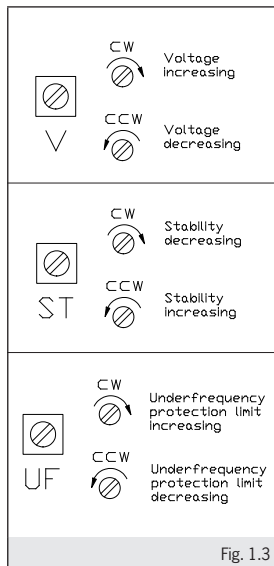
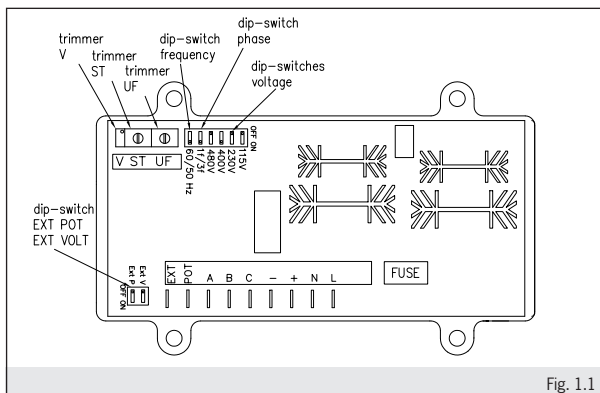

Fig. 1.3
Fig. 1.1
È possibile modificare la tensione di uscita agendo sul potenziometro "V" (vedi fig.1.1, fig.1.3). Con il gruppo in moto alla velocità nominale, regolare fino ad ottenere il valore cercato. Se ad una piccola variazione di velocità la tensione varia, allora è necessario regolare prima la protezione di sotto-velocità.
Gli switches di tensione del sensing ("dip-switches voltage" in fig.1.1) devono essere così impostati:
The output voltage can be changed by adjusting potentiometer "V" (see fig.1.1, fig.1.3). Run the generating set to its nominal speed and turn until the required voltage is obtained. If a small variation in speed causes a change in voltage, then the under speed protection should first be calibrated.
The sensing voltage switches ("dip-switches voltage" in fig.1.1) must be set as follows:
Il est possible de modifier la tension de sortie en agissant sur le potentiomètre « V » (voir fig.1.1, fig.1.3). Avec le groupe en marche à la vitesse nominale, régler jusqu'à l'obtention de la valeur désirée. Si à une petite variation de vitesse la tension varie, il faut régler d'abord la protection de sous-vitesse.
Les interrupteurs de tension de détection («dip-switches voltage» sur la fig.1.1) doivent être réglés comme suit:
Regolazione tensione a distanza: collegare ai capi liberi "EXT POT" il potenziometro (5kOhm, 1/2 W). Impostare il "dip-switch Ext P" in posizione "ON" e "Ext V" in posizione "OFF" (vedi figura 1.1). Portare il gruppo alla velocità nominale e agire sul potenziometro esterno ed eventualmente anche sul trimmer "V" per ottenere la tensione voluta (fig. 1.1, fig. 1.3).
Setting of the under speed protection at 50 (60)Hz (see fig.1.1, fig. 1.3): start up rotation of the generating set adjusting it to obtain a frequency of 46 (56)Hz. Turn trimmer "UF" until the voltage begins to drop. Restore nominal speed.
Remote voltages adjustment: wire the potentiometer ($5k\Omega$, $\frac{1}{2}W$) to the free terminals "EXT POT". Set the "dip-switch Ext P" to the "ON" position and "Ext V" to the "OFF" position (see fig. 1.1). Run the generating set to its nominal speed and adjust the external potentiometer and eventually also the trimmer "V" to obtain the required voltage (fig. 1.1, fig. 1.3).
Réglage de la protection de la sous-vitesse à 50 (60) Hz (voir fig. 1.1, fig. 1.3): porter le groupe en rotation en le réglant de manière à obtenir une fréquence de 46 (56) Hz. Tourner le trimmer « **UF** » jusqu'au point où la tension commence à baisser. Reporter le groupe à la vitesse nominale.
Raccordement d'un potentiomètre extérieur: enlever le cavalier des bornes et connecter le potentiomètre (**5 k Ω , 0,5 W**) aux extrémités libres "**EXT POT**". Placez le commutateur «dip-switch Ext P» sur la position «ON» et «Ext V» sur «OFF» (voir fig. 1.1). Porter le groupe à la vitesse nominale et agir sur le potentiomètre externe et éventuellement sur le trimmer «V» afin d'obtenir la tension désirée (voir fig. 1.1, fig. 1.3).
Die Ausgangsspannung kann am Potentiometer "V" verändert werden (Siehe Abb. 1.1, fig. 1.3). Bei mit Nenndrehzahl laufendem Aggregat auf den gewünschten Wert regulieren. Wenn bei geringfügiger Veränderung der Drehzahl auch die Spannung variiert, muss zunächst der Unterdrehzahlschutz reguliert werden. Die Schaltspannungsschalter („dip-switches voltage“ in Abb.1.1) müssen wie folgt eingestellt werden:
Es posible modificar la tensión de salida actuando en el potenciómetro "V" (fig. 1.1, fig. 1.3). Con el grupo en movimiento a velocidad nominal, regular hasta obtener el valor deseado. Si con una pequeña variación de velocidad la tensión cambia, es necesario en este caso regular en primer lugar la protección de subvelocidad. Los dip-switches de la tensión de detección ("dip-switches voltage" en la figura 1.1) se deben configurar de la siguiente manera.
Stabilitäts Control (Siehe Abb. 1.1, Abb. 1.3): sollten Spannungsschwankungen unter Last auftreten, kann auf den Potentiometer “ST” eingewirkt werden, welcher die Reaktion des Reglers auf externe Reize moduliert, so dass eventuelle Instabilitäten des Systems Drehstromgenerator – Last beseitigt werden.
Regelung der Unterdrehzahl auf 50 (60)Hz (Siehe Abb. 1.1, Abb. 1.3): das Aggregat drehen lassen und so einstellen, dass eine Frequenz von 46 (56)Hz erreicht wird. Den Trimmer “UF” auf den Punkt verstellen, an dem die Spannung beginnt abzufallen. Das Aggregat auf Nenndrehzahl bringen.
Remote Spannungsanpassung: anschließen die Potentiometer (5kOhm, ½ W) an den Klemmen “EXT POT”. Stellen Sie den entsprechenden DIP-Schalter unter “ON” (siehe Abb. 1.1). Den Trimmer “V” bis zum Anschlag im Gegenuhrzeigersinn drehen. Das Aggregat auf Nenndrehzahl bringen und auf das externe Potentiometer und möglicherweise auch auf dem Trimmer „V“ einwirken, bis die gewünschte Spannung erreicht ist (Abb. 1.1, Abb. 1.3).
Control de Estabilidad (fig. 1.1, fig. 1.3): si se produjeran fluctuaciones de tensión bajo carga, se puede actuar en el potenciómetro “ST” que modula la inmediatez de respuesta del regulador a los estímulos externos, eliminando eventuales inestabilidades del sistema alternador - carga.
Regulación de la subvelocidad a 50 (60) Hz (fig. 1.1, fig. 1.3): hacer girar el grupo regulándolo de manera que la frecuencia obtenida sea de 46 (56) Hz. Girar el trimmer “UF” hasta el punto en que la tensión empiece a disminuir. Poner de nuevo el grupo a la velocidad nominal.
Conexión de un potenciómetro externo (5kOhm, 0,5 W): conectar los cables libres “EXT POT” del potenciómetro. Coloque el interruptor dip-switch correspondiente en la posición “ON” (vea la figura 1.1). Llevar el grupo a la velocidad nominal y actuar en el potenciómetro externo y posiblemente también en el potenciómetro “V” hasta la tensión deseada (fig. 1.1, fig. 1.3).